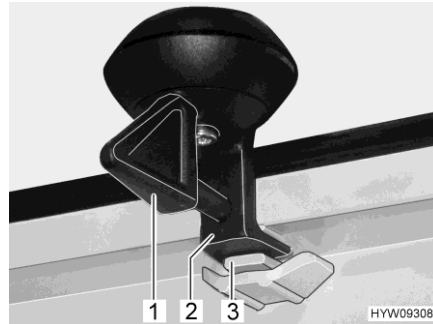

Bild 30 Lås (ventilationsläge)
- Vrid spaken (Bild 30,1) ett kvarts varv. Låset (Bild 30,2) måste glida in i det övre spåret (Bild 30,3).